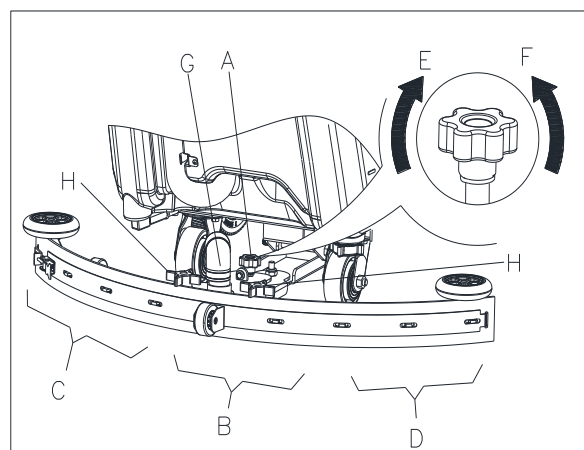

Figura 11
1. Instalați racleta și strângeți piulițele (H, Figura 11), apoi conectați furtunul de aspirare (G) la racletă.
2. Ajustați racleta cu ajutorul mânerului de ajustare (A, Figura 11).
- a) Dacă este un spațiu gol între podea și secțiunea din mijloc a lamei din spate a racletei (B), ajustați butonul (A) în sensul invers acelor de ceasornic (F) până când toate secțiunile lamei din spate a racletei sunt în contact ferm cu solul, iar lama din față atinge ușor solul.
- b) Dacă este un spațiu gol între podea și ambele capete ale lamei din spate a racletei (C și D) ajustați butonul (A) în sensul acelor de ceasornic (E), până când toate secțiunile lamei din spate a racletei sunt în contact ferm cu solul, iar lama din față atinge ușor solul.